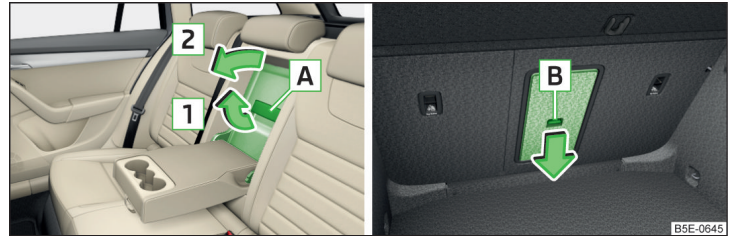

Abb. 114 Deckel öffnen: vom Fahrgastraum aus / vom Gepäckraum aus
- Den Griff **A** in Pfeilrichtung **1** ziehen und den Deckel in Pfeilrichtung **2** herunterklappen » Abb. 114.
» Abb. 114 auf Seite 102.